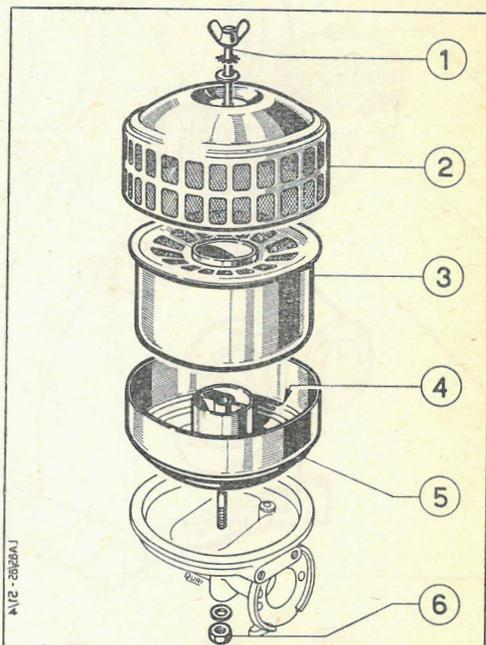

Fig. 2 - SMONTAGGIO DEL FILTRO ARIA A BAGNO D'OLIO
**PULIZIA DEL FILTRO ARIA** (Fig. 2). — Il filtro è composto essenzialmente da un elemento filtrante 3), contenente una massa di paglia d'alluminio, una scatola olio 5) e un coperchio porta rete 2). Questa reticella, disposta esternamente alla scatola, ha il compito di trattenere le impurità più grosse (pagliuzze, foglie o frammenti d'erba in genere) che possono depositarsi su di essa. **E' necessario pertanto sorvegliare sempre detta reticella e togliere spesso, anche con le sole mani, tutte quelle impurità che vanno ad ostruire il passaggio dell'aria.**